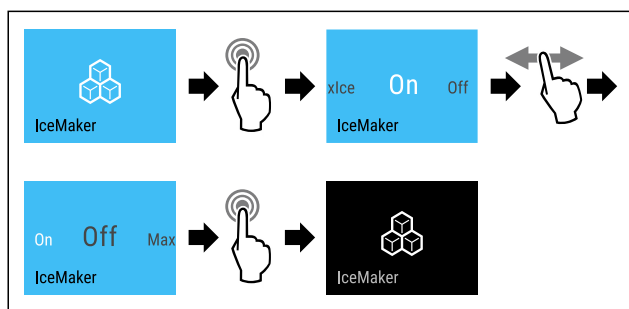

Fig. 20 Пример отображения с активированной функцией IceMaker
- ▶ Выполните шаги действия (см. Fig. 20).